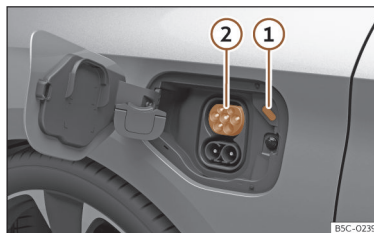

Fig. 59 Por trás da tampa de carregamento da bateria na parte dianteira esquerda: tomada de carregamento.
>>> Fig. 59
O LED (indicador do processo de carregamento) da tomada de carregamento pisca e emite cintilações brancas >>> Fig. 59 ① >>> Página 89.